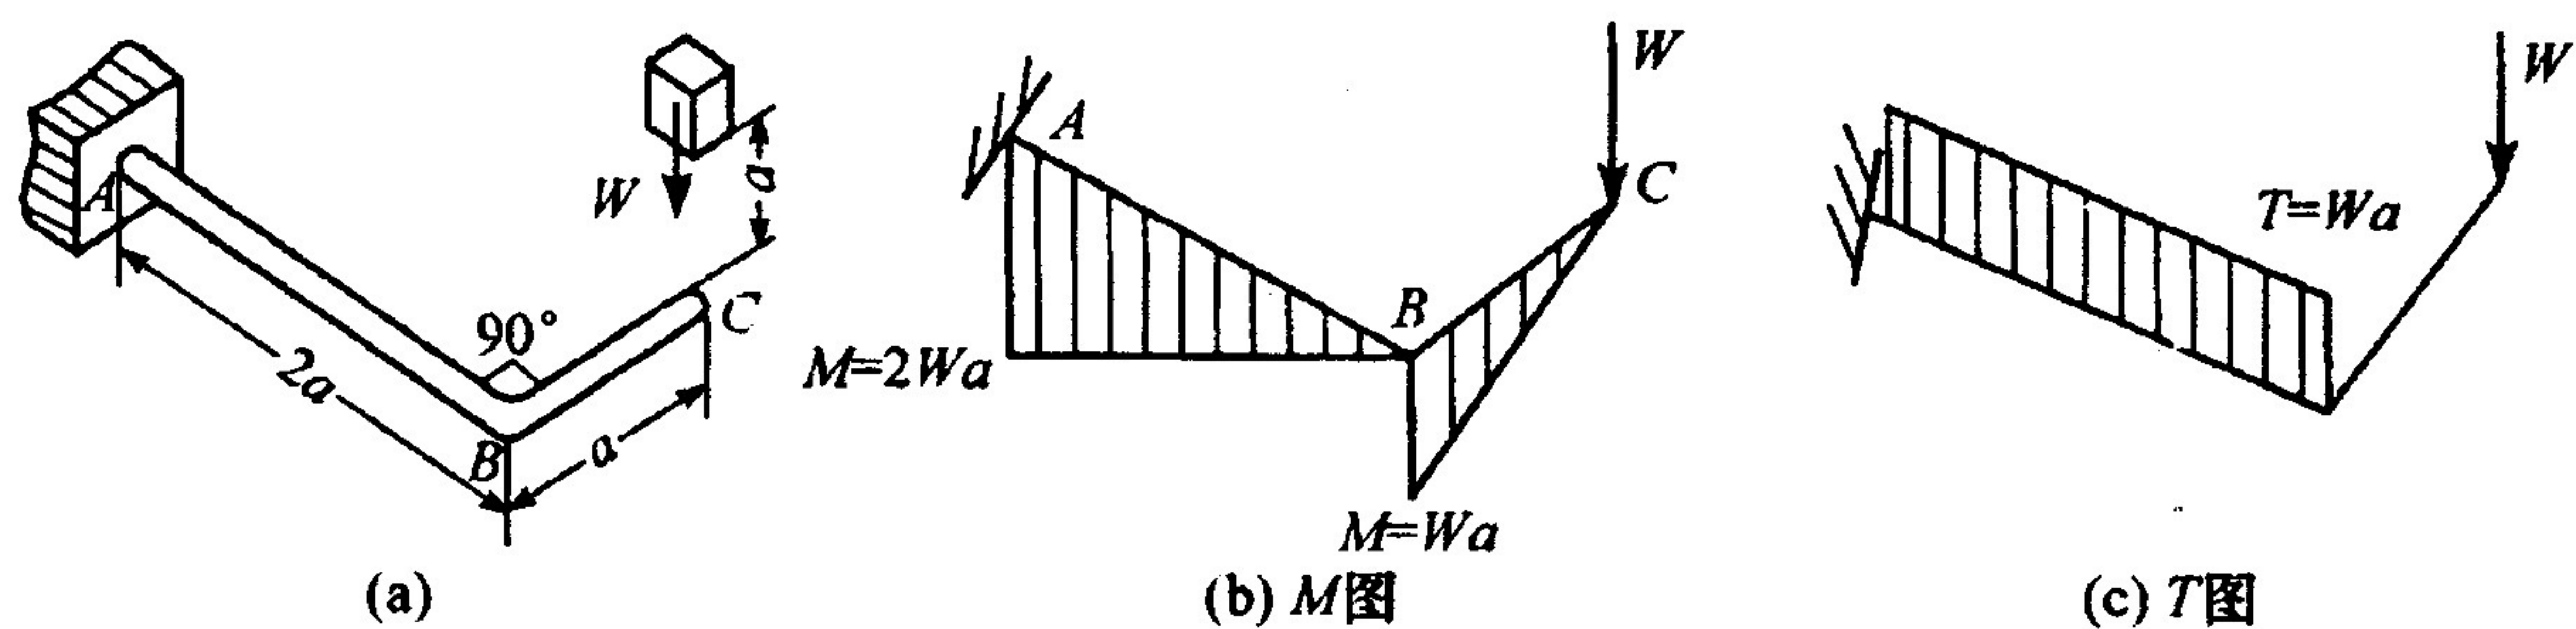

图 4.3
**点评** ①熟知圆轴受扭时如果截取单元体为纯剪切应力状态,在纯剪切条件下的单元体是二向应力状态,且  $\sigma_1 = \tau, \sigma_3 = -\tau, \sigma_2 = 0$ 。②正应力或主应力表示的广义胡克定律应熟记,一般应力状态,一定要应用广义胡克定律。
4.3 图 4.3(a)所示圆截面折杆,横截面直径均为  $d$ ,A 端固定,在折杆平面的竖直上方自高度为  $a$  处有一重量为  $W$  的重物自由下落到 C 点。材料的弹性模量为  $E$ ,切变模量  $G=0.4E$ 。(20 分)
(1) 求冲击点静位移  $\Delta_{C,st}$ 。直拐选用图乘法, 将  $W$  作用于  $C$  点, 作内力图如图 4.3(b) 所示, 同时令  $\bar{W}=1$ , 得单位力图  $\bar{M}$ 、 $\bar{T}$ 。内力图同单位力图相乘得